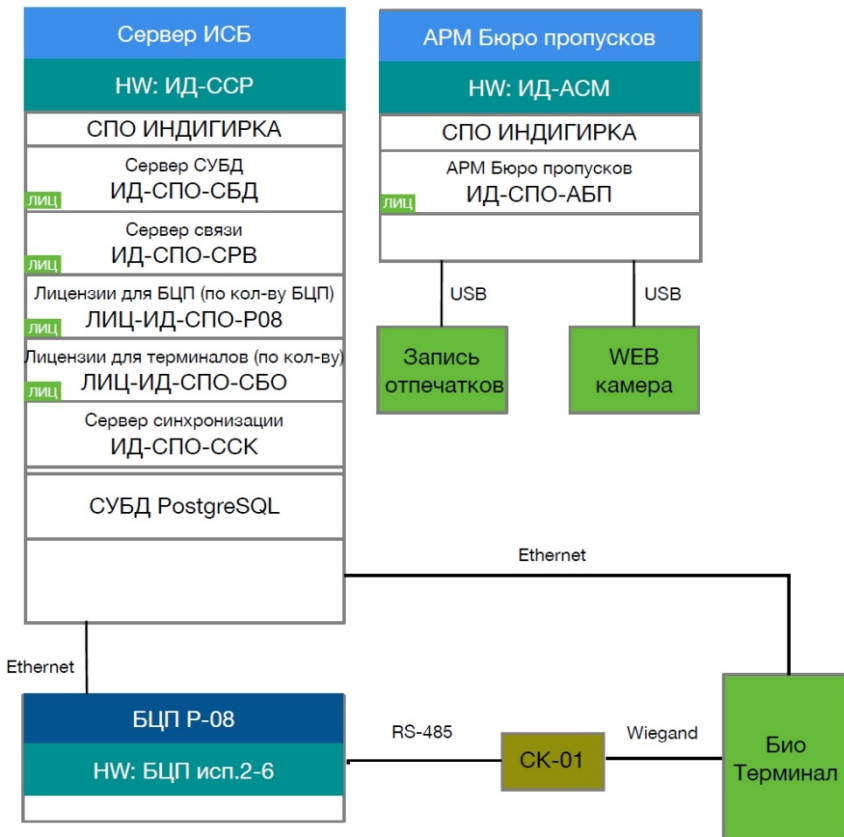

Рис.1
4.1. Структурная схема работы терминала с АРМ Бюро пропусков в СПО ИНДИГИРКА приведена на Рис.1. Для конфигурирования терминал подключается к ПЭВМ через встроенный интерфейс Ethernet. Для обеспечения дежурного режима терминал подключается к контроллеру доступа СК-01 по интерфейсу Wiegand.